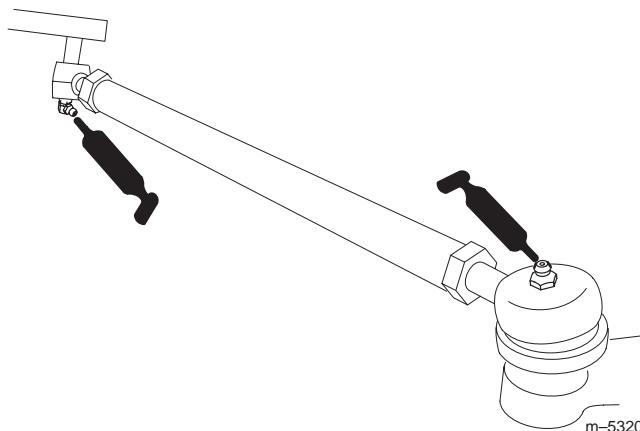
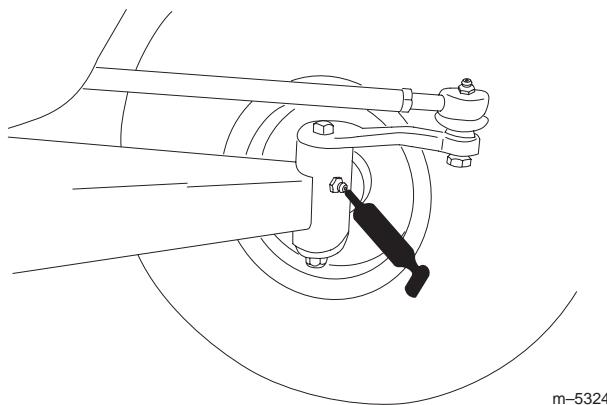

Figure 22
Figure 23
Les graisseurs se trouvent aux (4) extrémités des embouts de bielle de direction (Fig. 22) et aux (2) pivots de fusées d'essieu (Fig. 23).